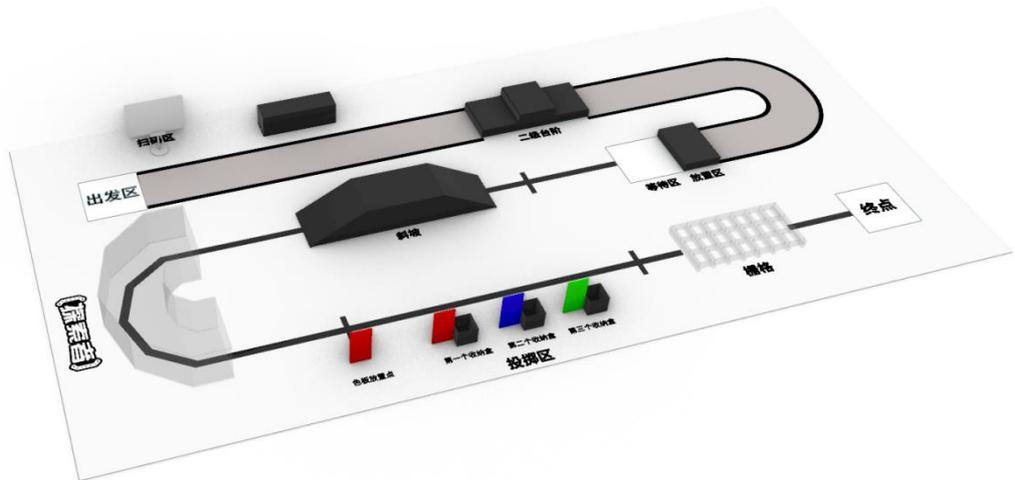

图 1 - 比赛场地整体参考示意图
(1) 场地地面为 450cm*220cm (尺寸误差±3cm) 的宝丽布(如图 1)。场地地面设有出发区和终点区。部分任务区前后设有标志线，供参赛队伍参考使用。7 个任务区按图 1、图 2 所示种类、数量和位置安放，并以双面胶固定在场地上，不可移动。黑线用 3.8cm 宽低反光绝缘胶带铺设。